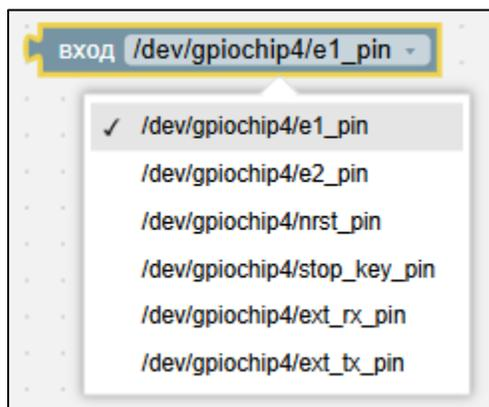

Рисунок 63 – Блок «вход»
1. Блок «вход» (см. Рисунок 63):